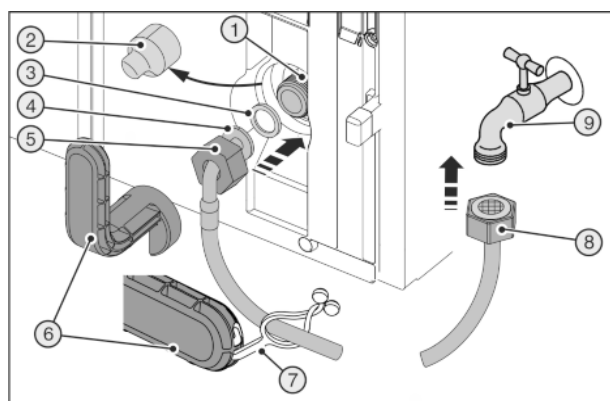
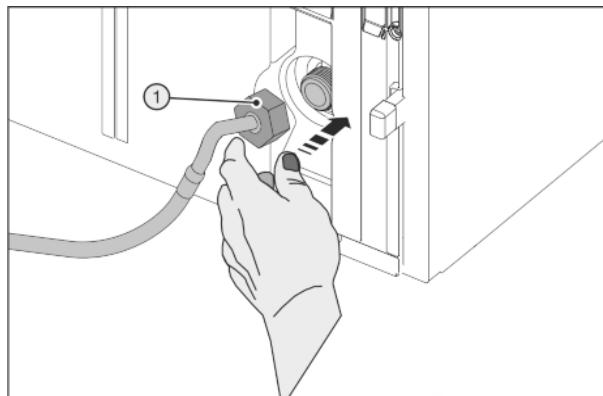

Fig. 48
Fig. 49
Gebroken hulpgereedschap Fig. 48 (6)!
- ▶ Hulpgereedschap Fig. 48 (6) uitsluitend op kamertemperatuur gebruiken.
- ▶ Afdekking Fig. 48 (2) eraf trekken.
- ▶ Gemakkelijkere montage: Recht uiteinde van de slang Fig. 48 (8) aan de linkerkant op de bodem leggen.
- ▶ Schuif de moer Fig. 48 (5) via het haakse uiteinde van de slang Fig. 48 (4) tot aan het uiteinde en houd de moer vast.
- ▶ Afdichting Fig. 48 (3) bevochtigen en in de moer Fig. 48 (5) aandrukken.
- ▷ De afdichting Fig. 48 (3) zit er vlak tegenaan en wordt licht vastgehouden.
- ▶ De moer Fig. 49 (1) voorzichtig aanbrengen en met twee vingers recht op de schroefdraad draaien tot een correcte passing wordt bereikt.
- ▶ De moer Fig. 49 (1) moet met het hulpgereedschap Fig. 48 (6) rechtsom worden vastgedraaid tot het maximale aanhaalmoment is bereikt en het hulpgereedschap Fig. 48 (6) is dolgedraaid.
- ▶ De moer Fig. 48 (8) op de afsluitkraan Fig. 48 (9) schroeven.
- ▶ De moer Fig. 48 (8) moet met het hulpgereedschap Fig. 48 (6) rechtsom worden vastgedraaid tot het maximale aanhaalmoment is bereikt en het hulpgereedschap Fig. 48 (6) is dolgedraaid.
- ▶ De afsluitkraan Fig. 48 (9) van de watervoorziening openen en het volledige watersysteem op dichtheid controleren.
- ▶ De lus Fig. 48 (7) in het hulpgereedschap Fig. 48 (6) aanbrengen en voor het opbergen aan de roestvrijstalen slang bevestigen.